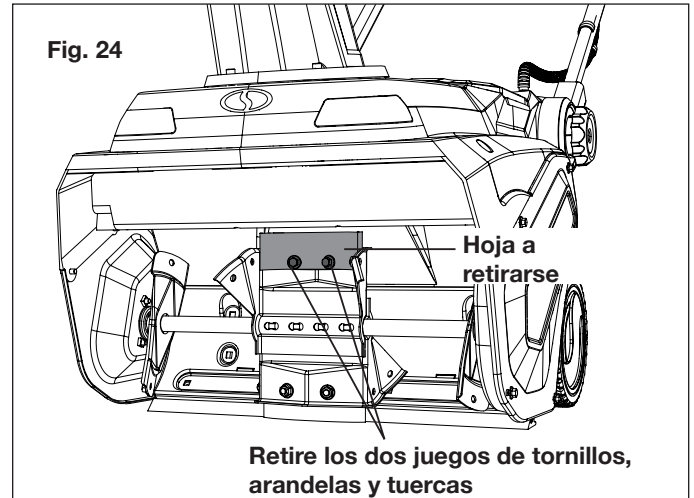

Fig. 24
3. Luego de que las cuatro hojas en los lados hayan sido retiradas, pase a retirar las dos hojas fijas en la placa de acero intermedia. Use la llave de 10 mm para sujetar el perno fijamente, y use la llave de 13 mm para aflojar y retirar la tuerca. Repita en el otro juego de tuerca y perno, y delicadamente retire la hoja de la placa central (Fig. 24).